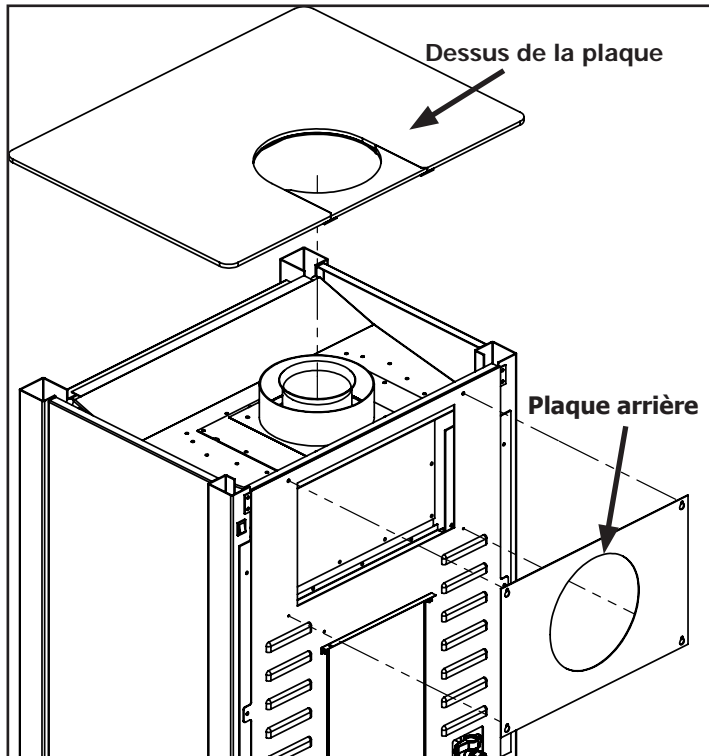

Figure 25: Conversion de ventilation –
Étape 1 : À l'aide d'un tournevis T20, desserrez les quatre vis qui maintiennent la plaque arrière et décrochez-la. Retirez ensuite le dessus de la plaque en le soulevant simplement comme indiqué sur la figure 25.